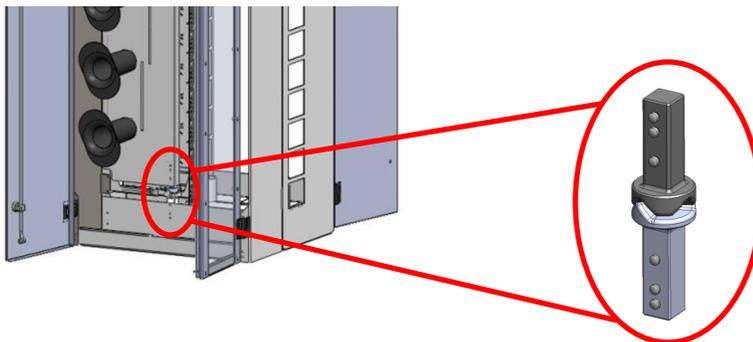

Figure 9
- b. La porte pivote sur cette came (figure 9). Pour ouvrir la porte, il suffit d'utiliser sans brusquerie une des bobines de gestion en guise de poignée.